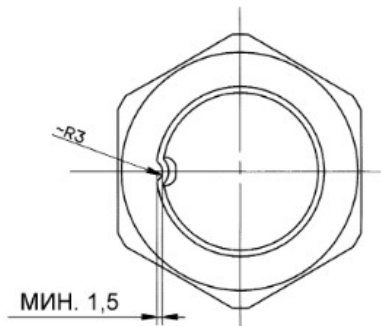

Рис. 6.20. Фиксация стопорной гайки
8. Выполнить протяжку гаек рулевых наконечников с моментом  $6..8 \text{ кгс*м}$  и гайки крепления сошки с моментом  $31,6...33,7 \text{ кгс*м}$ . Закернить стопорную гайку, как показано на Рис. 6.20.